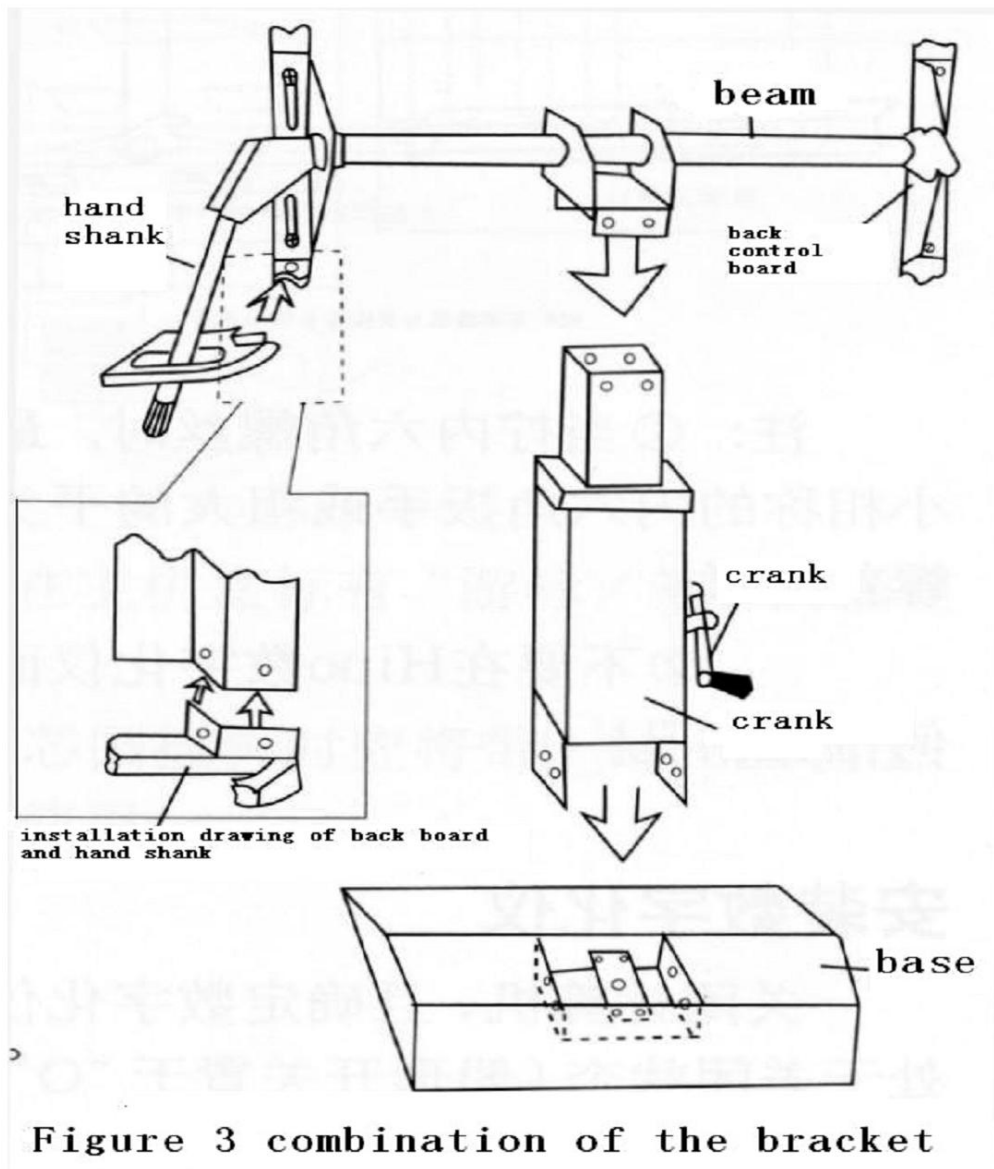

Рисунок 3 Сборка опоры
(1) Обратитесь к рисунку 3, на котором показан процесс сборки, установите стойку на нижнее основание, к стойке прикрепите держатели цифрового планшета (рисунок 3, рисунок 4).